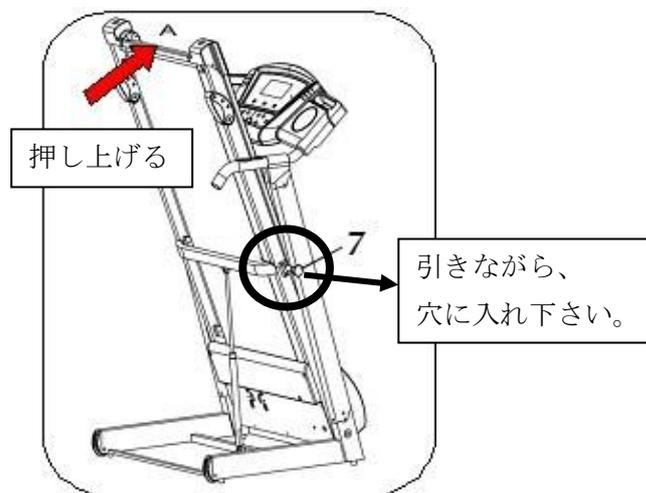

図2
(図2参考)
(図2)
- 3 右側ロック装置を引きながら走行部分を押し上げロック部の穴にロックさせ、ロックが確実にされていることを確認してください。(図2参考)